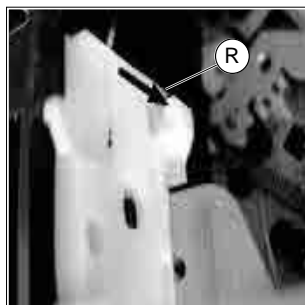
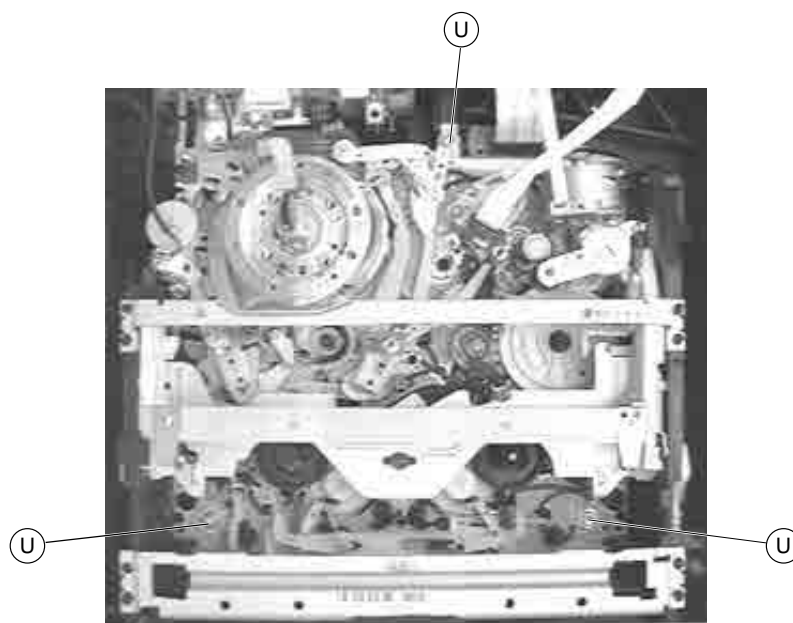

Fig. 1
Fig. 3
- Arretierungen (R) (Fig. 1) und (S) (Fig. 2) des Cassettenschachtes lösen und diesen dabei so weit nach innen schieben, bis die Schrauben (U) (Fig. 3) zugänglich sind.
- Schrauben (U) entfernen (Fig. 3) und gegebenenfalls Steckverbindungen zur Elektronik lösen.
- Arretierungen (R) (Fig. 1) und (S) (Fig. 2) des Cassettenschachtes lösen und diesen dabei so weit nach innen schieben, bis der Cassettenschacht leicht absinkt.
- Release the locks (R) (Fig. 1) and (S) (Fig. 2) of the cassette compartment and move it inwards to gain access to the screws (U) (Fig. 3).
- Undo the screws (U) (Fig. 3) and unplug the connectors to the electronics if necessary.
- Release the locks (R) (Fig. 1) and (S) (Fig. 2) of the cassette compartment and move it inwards until the cassette compartment lowers by a small amount.